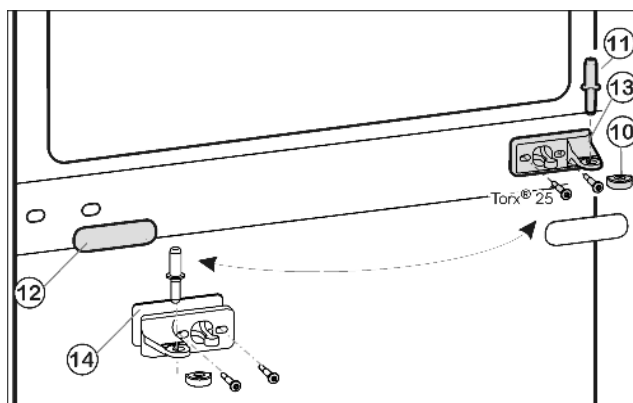
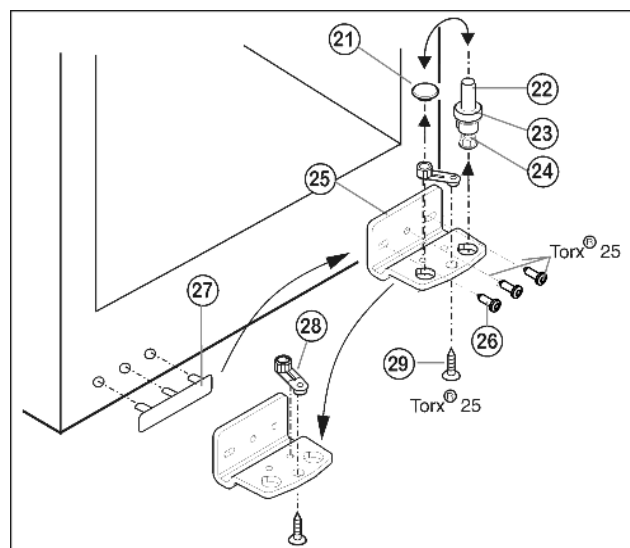

Fig. 5
Fig. 6
- Prostřední ložiskový čep Fig. 5 (11) vytáhněte ze stojanu ložiska a spodních dveří.
- Plastovou čepičku Fig. 5 (10) stáhněte.
- Stojan ložiska uprostřed Fig. 5 (13) odšroubujte (2 krát Torx® 25).
- Krytku Fig. 5 (12) opatrně stáhněte.
- Prostřední stojan ložiska Fig. 5 (13) s podložkou Fig. 5 (14) přišroubujte otočený o 180° na novou stranu závěsu (s 4 Nm).
- Krytku Fig. 5 (12) otočenou o 180° zasuněte na nové straně madla.
- Ložiskový čep Fig. 6 (22) včetně podložky Fig. 6 (23) a seřizovací nožky Fig. 6 (24) vytáhněte nahoru.
- Zátku Fig. 6 (21) odstraňte.
- Stojan ložiska Fig. 6 (25) odšroubujte Fig. 6 (26).
- Ložiskový díl *Fig. 6 (28)* odšroubujte *Fig. 6 (29)* a přemístěte jej do protilehlého upínacího otvoru stojanu ložiska, pak ho znovu pevně přišroubujte.
- Krytku na straně madla *Fig. 6 (27)* opatrně vytáhněte a přemístěte na druhou stranu.
- Stojan ložiska *Fig. 6 (25)* na nové straně závěsu zase přišroubujte příp. pomocí akumulátorového šroubováku (momentem 4 Nm).
- Zátku *Fig. 6 (21)* zase vložte do druhé díry.
- Ložiskový čep *Fig. 6 (22)* včetně podložky a seřizovací nožky zase nasadte. Přitom dávejte pozor, aby zajišťovací vačka směřovala dozadu.
- Spodní dveře nasadte shora na spodní ložiskový čep *Fig. 6 (22)*.
- Plastovou krytku *Fig. 5 (10)* nasadte zase na prostřední stojan ložiska *Fig. 5 (13)*.
- Prostřední ložiskový čep *Fig. 5 (11)* vložte přes prostřední pouzdro ložiska *Fig. 5 (13)* do spodních dveří na nové straně závěsu.
- Horní dvířka usadte na prostředním ložiskovém čepu *Fig. 5 (11)*.
- Dveře případně pomocí obou podélných děr ve spodním stojanu ložiska *Fig. 6 (25)* a v prostředním stojanu ložiska *Fig. 5 (13)* vyrovnejte tak, aby lícovaly. Vyšroubujte prostřední šroub na stojanu ložiska dole *Fig. 6 (25)*.